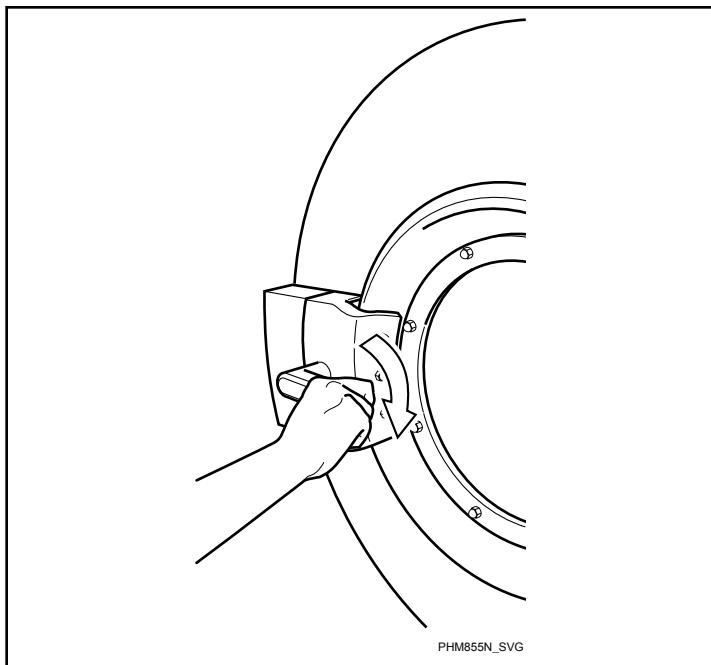

図 45
2. ハンドルを時計周りに回して開けます。 図 45 を参照してください。